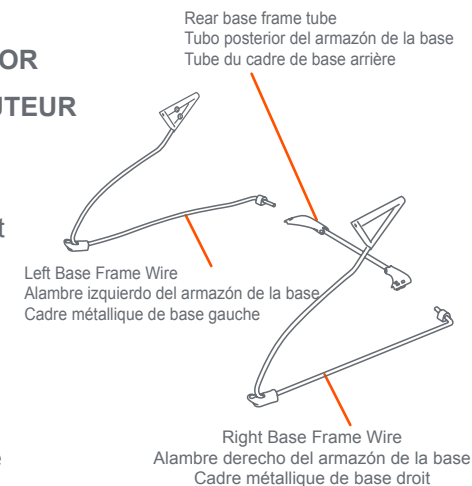
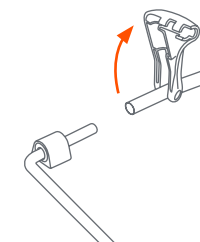
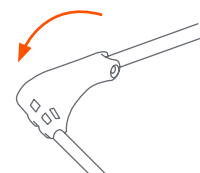

Fig. 1a
Fig. 1b
Fig. 1c
- 1) Place the rear base frame tube on a flat surface (Fig. 1a) and lift the plastic corners (Fig. 1b). Insert the left and right base frame wires into the rear base frame tube. Push the plastic corners back down until they snap securely onto the base frame wires (Fig. 1c). Set the assembled Base frame aside and proceed to step 2.
- Coloque el tubo del armazón de la base trasera sobre una superficie plana (Fig. 1a) y levante las esquinas de plástico (Fig. 1b). Introduzca los alambres derecho e izquierdo del armazón de la base en el tubo del armazón de la base trasera. Empuje las esquinas de plástico hacia atrás y abajo hasta que se fijen bien a presión en los alambres del armazón de la base (Fig. 1c). Deje a un lado la estructura de la base ensamblada y proceda con el paso 2.
- Placez le tube du cadre de base arrière sur une surface plane (Fig. 1a) et soulevez les coins en plastique (Fig. 1b). Insérez les cadres métalliques de base gauche et droit dans le tube du cadre de base arrière. Poussez les coins en plastique vers le bas jusqu'à ce qu'ils soient solidement enclenchés dans les cadres métalliques de base (Fig. 1c). Mettez de côté le socle monté et passez à la deuxième étape.